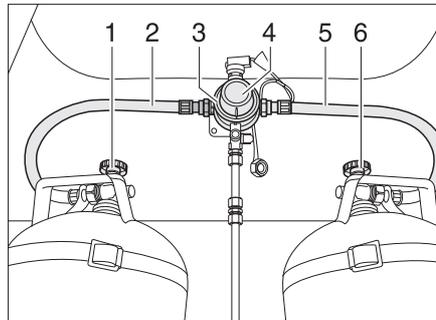
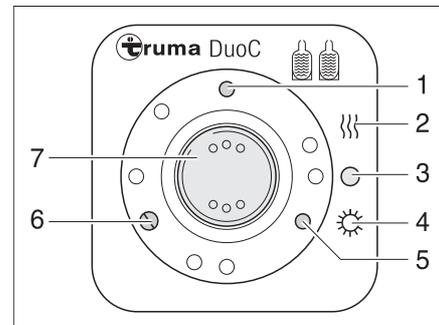

Bild 90 DuoControl-Umschaltanlage
Bild 91 Bedieneinheit
Die DuoControl-Umschaltanlage besteht aus einem Umschaltventil (Bild 90,3) und der Bedieneinheit (Bild 91). Das Umschaltventil ist zwischen den Gasschläuchen (Bild 90,2 und 5) montiert. Mit dem Drehknopf (Bild 90,4) am Umschaltventil kann bestimmt werden, welche der Gasflaschen als Betriebsflasche und welche Gasflasche als Reserveflasche verwendet wird.
An der Bedieneinheit (Bild 91) können nur die elektrischen Funktionen geschaltet werden. Die Haupt-Absperrventile der Gasflaschen (Bild 90,1 und 6) müssen von Hand geöffnet werden.
Das Umschaltventil gewährleistet einen konstanten Gasdruck, unabhängig davon, welche Gasflasche Gas liefert. Die zwei Kontroll-Leuchten an der Bedieneinheit zeigen den Füllstand der Betriebsflasche an. Wenn die grüne Kontroll-Leuchte (Bild 91,6) leuchtet, ist die Betriebsflasche voll. Wenn die rote Kontroll-Leuchte (Bild 91,5) leuchtet, ist die Betriebsflasche leer. Die Gasversorgung erfolgt dann über die Reserveflasche.
- Die Haupt-Absperrventile an den Gasflaschen (Bild 90,1 und 6) öffnen.
- Mit dem Drehknopf (Bild 90,4) am Umschaltventil (Bild 90,3) die Gasflasche wählen, der vorrangig das Gas entnommen werden soll (Betriebsflasche).
- An der Bedieneinheit (Bild 91) die DuoControl-Umschaltanlage einschalten.
- Dazu den Wippschalter (Bild 91,7) auf Winterbetrieb "Ein und Heizen" (Bild 91,2) oder auf Sommerbetrieb "Ein" (Bild 91,4) stellen. Das Umschaltventil ist jetzt entlüftet. Die gelbe Kontroll-Leuchte (Bild 91,1) leuchtet, wenn Winterbetrieb gewählt wird und die Regler-Enteisungsanlage eingeschaltet ist.
- Den Wippschalter (Bild 91,7) auf "0" (Bild 91,3) stellen. Die gelbe Kontroll-Leuchte (Bild 91,1) erlischt.
- Die Haupt-Absperrventile an den Gasflaschen (Bild 90,1 und 6) schließen.
Fernanzeige Die Kontroll-Leuchten an der Bedieneinheit (Bild 91,5 und 6) signalisieren im Fahrzeuginneren, ob die Betriebsflasche betriebsbereit ist.
Gasflaschenwechsel Wenn die grüne Kontroll-Leuchte (Bild 91,6) während des Betriebs erlischt und die rote Kontroll-Leuchte (Bild 91,5) aufleuchtet, ist die als Betriebsflasche gewählte Gasflasche leer und muss gewechselt werden. Die Reserveflasche versorgt die Gasverbraucher weiterhin mit Gas.